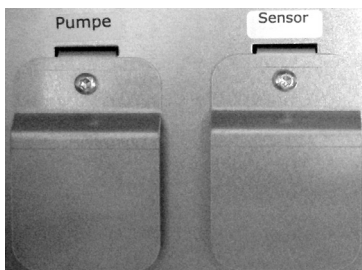

Fig. 8 : Plaques de recouvrement inférieures pour kit de pompage ou pour kit de point de rosée
3. Desserrez la vis de la plaque de recouvrement inférieure (voir fig. 8, inscription « Pompe »). Poussez la plaque vers la gauche.